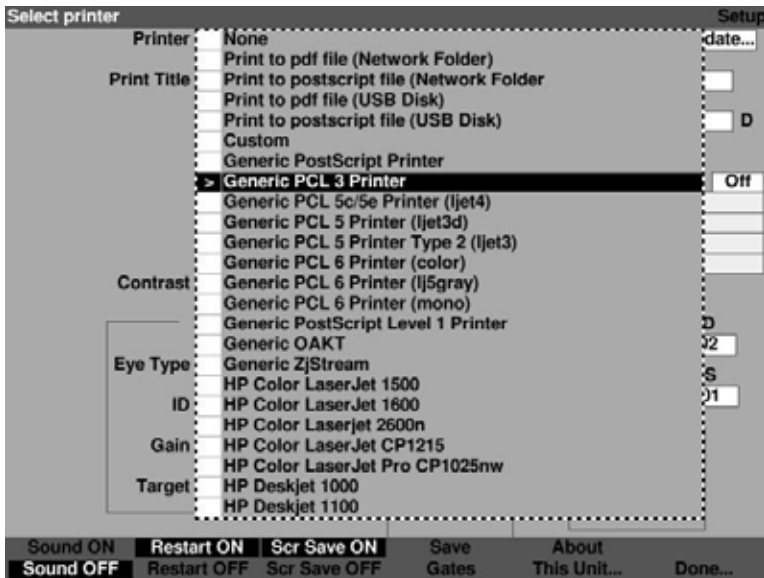

Figura 5-22 Selecionando a impressora
- Dentro do campo da Impressora, gire o botão para selecionar uma das opções previamente preenchidas, conforme mostrado na Figura 5-22.